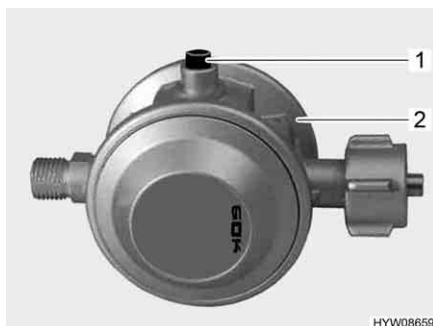

Fig. 39 Regolatore di pressione del gas con dispositivo antirottura del tubo flessibile integrato
- Premere verso l'interno il bottone automatico (Fig. 39,1) del regolatore di pressione del gas (Fig. 39,2). Il dispositivo antirottura del tubo flessibile viene aperto di nuovo.